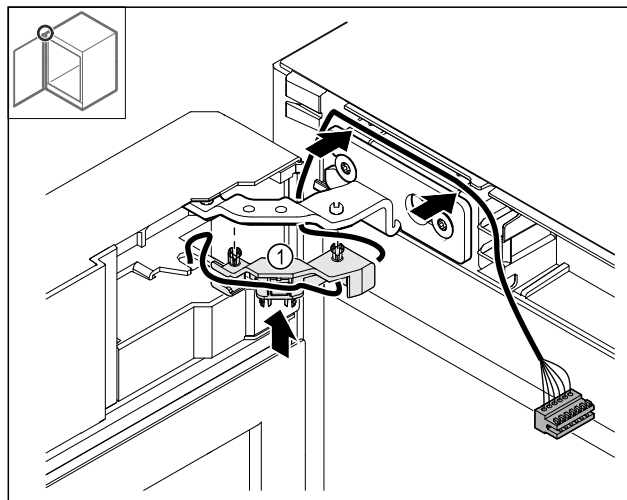

Fig. 44
- Įspauskite kabelio laikiklį Fig. 44 (1) į lankstą.